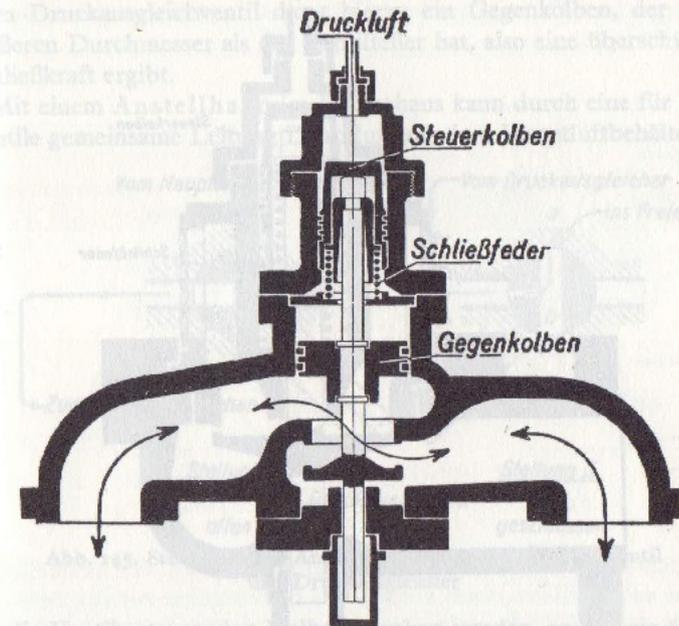
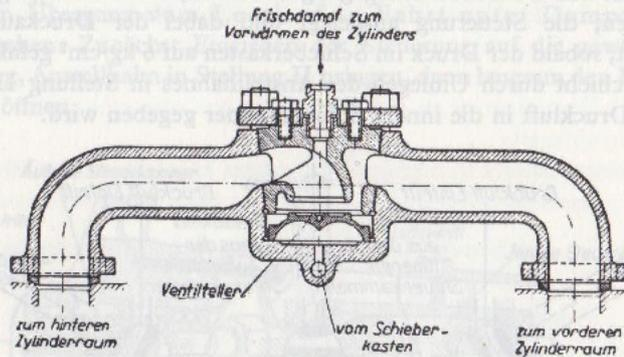

Abb. 143. Druckausgleichsventil alter Bauart
Abb. 148. Druckausgleicher Bauart Winterthur
gesetzt wird. Während der Fahrt unter Dampf muß selbstverständlich die Verbindung abgesperrt sein; deshalb ist in die Verbindungsleitung das mit Druckluft vom Führerhaus aus gesteuerte Druckausgleichsventil (Druckausgleicher) gesetzt (Abb. 143).
Die Lokomotiven der Baureihen 39, 42 und 52 sind mit dem selbsttätigen Druckausgleicher Bauart Winterthur ausgerüstet, der in gleicher Weise wie die Druckausgleicher mit Eckventilen auf die Schieberkästen gesetzt ist (Abb. 148); er wird nicht mit Druckluft geschlossen, sondern selbsttätig durch den Dampfdruck im Schieberkasten, der durch eine Leitung unter den Schließkolben geleitet wird. Dieser Kolben bildet gleichzeitig den Ventilteller und schließt die Verbindung zwischen den beiden Zylinderräumen ab. Beim Schließen des Reglers ist lediglich die Steuerung auszulegen;
4. Beim Karl-Schulz-Schieber (desgleichen auch bei den Druckausgleichern nach Abb. 148 und 149) kann der Dampf nicht, wie bei den Druckausgleichern nach Abb. 143 und 146, schnell durch Öffnen des Druckausgleichers und des Zylindersaugventiles ins Freie gelassen werden, sondern lediglich durch die Zylinderventile entweichen. Es ist daher besonders darauf zu achten, daß bei beschränkten Platzverhältnissen, wie in der Lokomotivhalle, vor Drehscheiben oder dgl., beim Anfahren an den Zug usw., kein Wasser übergerissen wird.